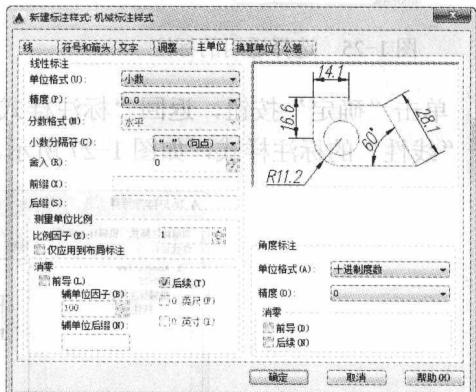

图 1-23 设置“主单位”选项卡
6. 打开“主单位”选项卡，在“线性标注”选项组的“精度”下拉列表中选择“0.0”，即线性尺寸精确到小数点后一位。其他选项保留默认设置，如图 1-23 所示。